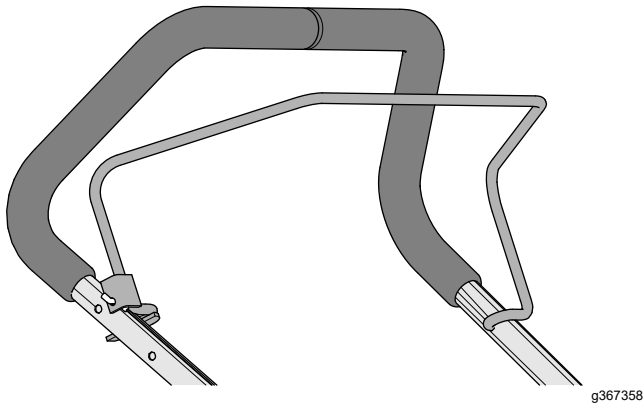

Figura 11
3. Inserite l'estremità della stegola di presenza dell'operatore nella stegola, premete leggermente l'altra gamba della barra e inserite la barra nella stegola (Figura 11).